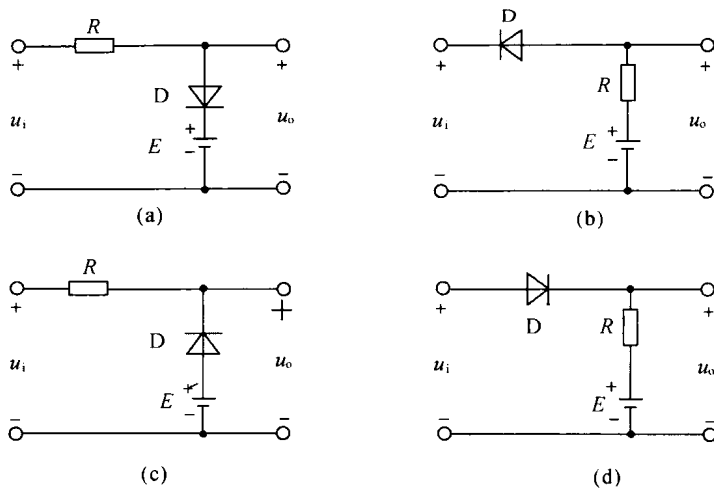

图 14.12
14.3.2 在图 14.12 所示的各电路图中, $E = 5V$, $u_i = 10\sin\omega t V$, 二极管的正向压降可忽略不计, 试分别画出输出电压 u_o 的波形。
(b) 如图 14.12(b) 中, $u_o = u_i + u_D = u_R + E$
(c) 如图 14.12(b) 中, $u_o = u_i - u_R = E - u_D$
(d) 如图 14.12(b) 中, $u_D = u_i - u_o = E + u_R$